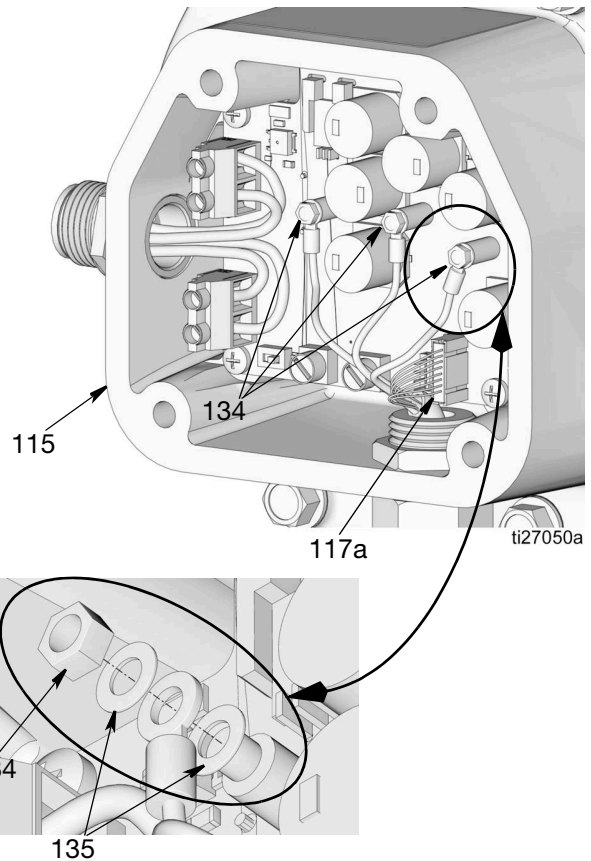

図 61
5. 緑、黄、青のワイヤを同じ色の端子 (モーター制御ボードに記載) に合わせます。ワッシャーとナット (134 および 135) を使ってワイヤを端子に固定します (図 61)。8~10 in-lb (0.9~1.1 N•m) のトルクで締めます。
6. センサーケーブル (117a) を接続します (図 61)。
3. モーターの緑、黄、青のワイヤを同じ色の端子 (モーター制御ボードに記載) に合わせます。ワッシャー (135) とナット (134) を使ってワイヤを端子に固定します (図 61)。8~10 in-lb (0.9~1.1 N•m) のトルクで締めます。